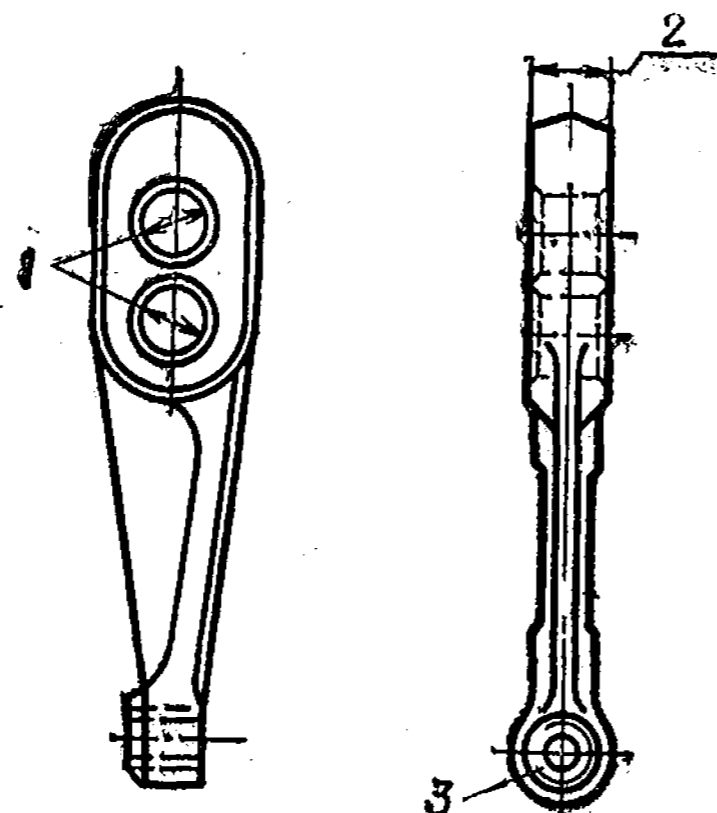

Рис. 91. Оттяжной рычаг нажимного диска
3. Оттяжной рычаг нажимного диска (рис. 91).